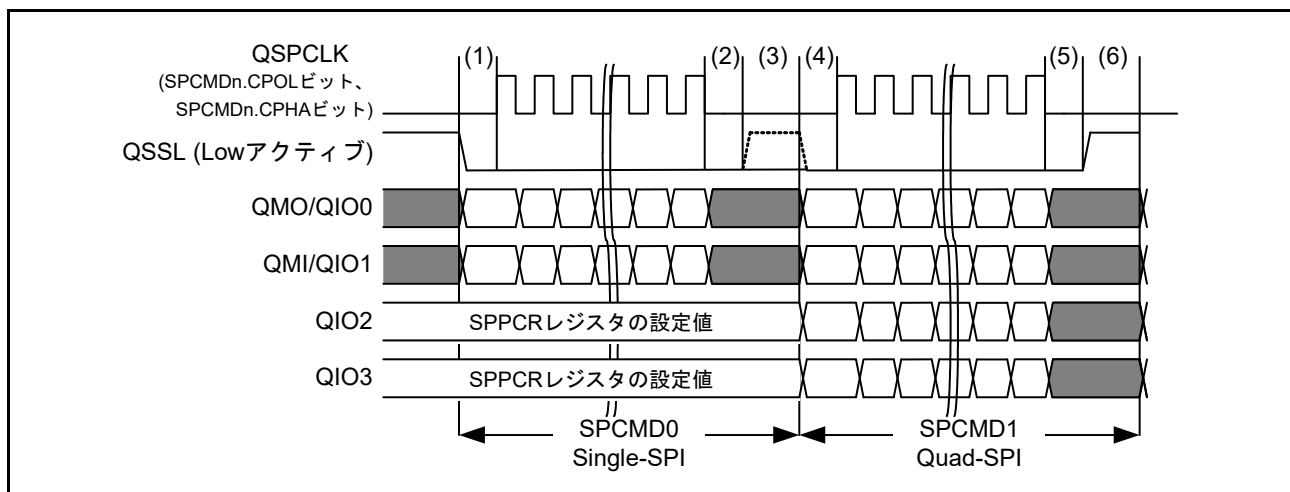

図 41.22 QSSL 信号レベル保持を利用したバースト転送の例 (Single-SPI、Quad-SPI 混合) (n = 0 ~ 3)
もう一つの方法は Single-SPI モードと同様に QSSL 信号レベル保持機能を用いる方法です。この方法は転送の途中で SPI 転送モード (Single/Dual/Quad-SPI) を変更することができるため、シリアルフラッシュメモリにコマンドデータを Single-SPI モードでライトし、メモリ格納データを Quad-SPI モードでライトする場合などで有効です。ただし、SPI 転送モードを変更する場合は転送の間に遅延期間を 1 サイクル以上挿入してください。Single-SPI と Quad-SPI を混合したバースト転送の例を図 41.22 に示します。図中 (1)~(6) の動作内容を以下に説明します。
- (1) SPCMD0 レジスタに従ったクロック遅延期間です。バースト転送の最初の転送では 1.5 QSPCLK 以上となるように設定してください。
- (2) SPCMD0 レジスタに従った QSSL ネゲート遅延期間です。SPCMD0.SSLKP ビットを“1”にしているため、QSSL ネゲート遅延期間後も QSSL はネゲートされません。SPCMD0.SLNDEN ビットの設定により